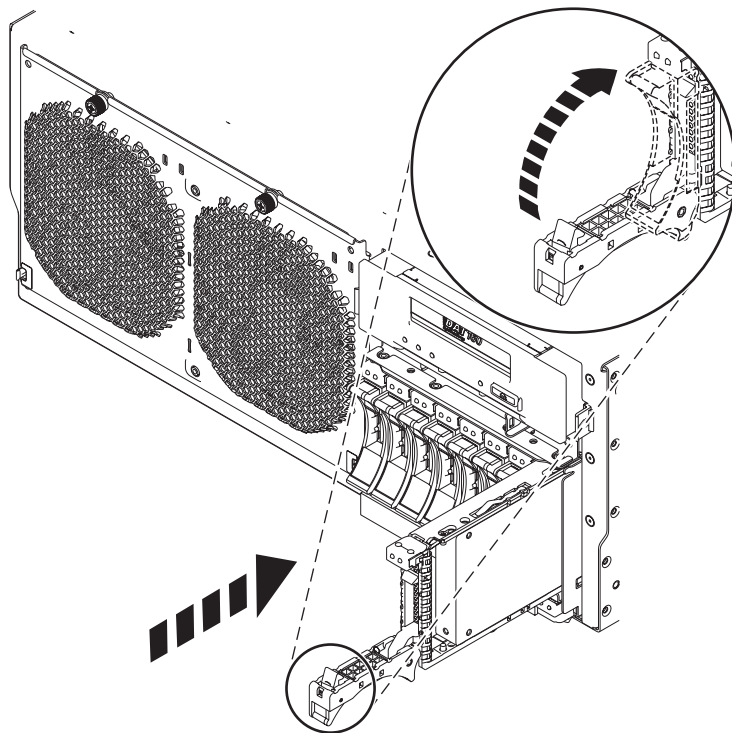

Figura 49. Sustitución de una unidad de disco en el sistema
8. Cuando el LED de identificación se encienda de manera fija, deslice la unidad de disco o la unidad de estado sólido hasta el fondo del sistema o de una unidad de expansión y empuje hacia adentro el asa de la unidad (A) hasta que quede encajada, como se muestra en Figura 49 en la página 83.